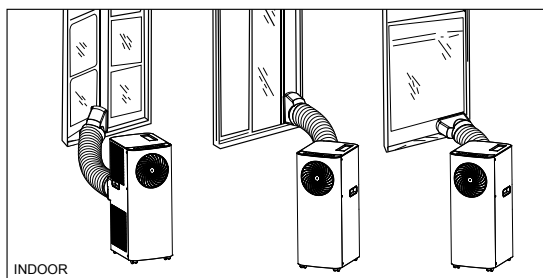

Abb. 4
2/ Schließen Sie den anderen Abluftanschluss (12) am Luftauslass (7) an der Rückseite des Geräts an Ziehen Sie den Schlauch (11) auf die gewünschte Länge und positionieren Sie die Abluftdüse (14) durch ein offenes Fenster, wie in Abbildung 4. dargestellt.